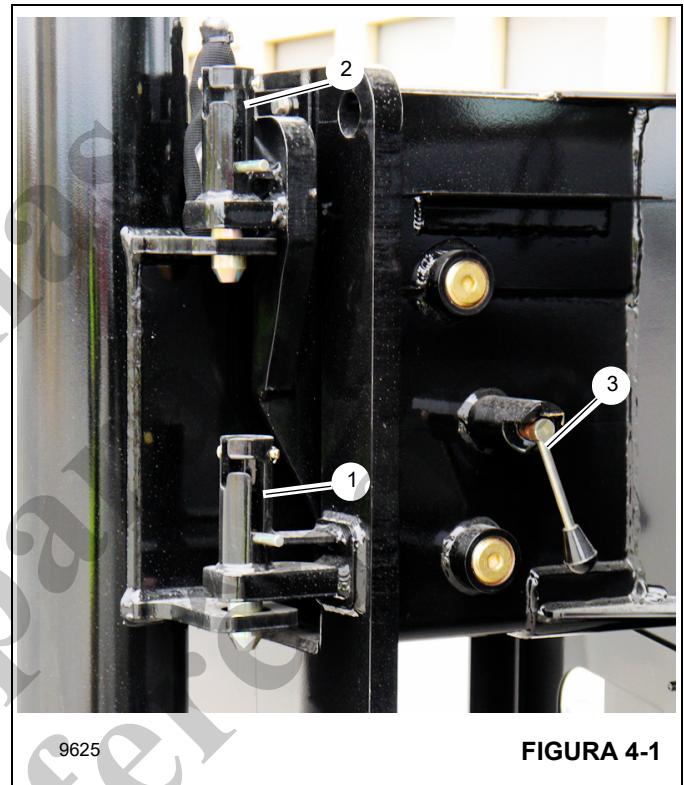

FIGURA 4-1
1. Desengate o bloqueio mecânico de deslocamento (1, Figura 4-1) que fixa cada viga do estabilizador na posição totalmente retraída durante o deslocamento.
- b. Posição 50% estendida. Engate as travas manuais centrais (2, Figura 4-1) para a posição intermediária.
- c. (Somente NTC50L/NTC55L) posição 75% estendida. Engate as travas manuais (3, Figura 4-1) girando a alavanca no sentido horário.